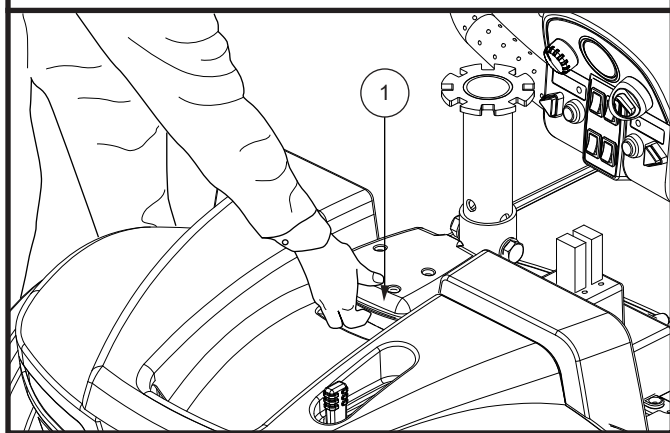

Figure 21. Levier de blocage du châssis
3. Relevez le levier de blocage du cadre. Voir la figure 21.